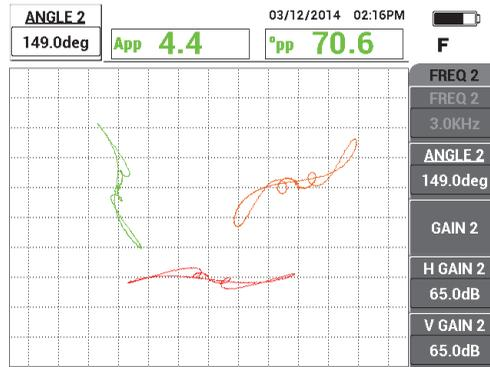

Figura 5-142 Regolare l'angolo del segnale della frequenza 2 nell'anello del supporto
8. Premere due volte il tasto ANGLE () ed in seguito definire l'angolo del segnale della frequenza 2 dell'anello di supporto (rosso) in modo che sia approssimativamente orizzontale (vedere Figura 5-142 a pagina 240).